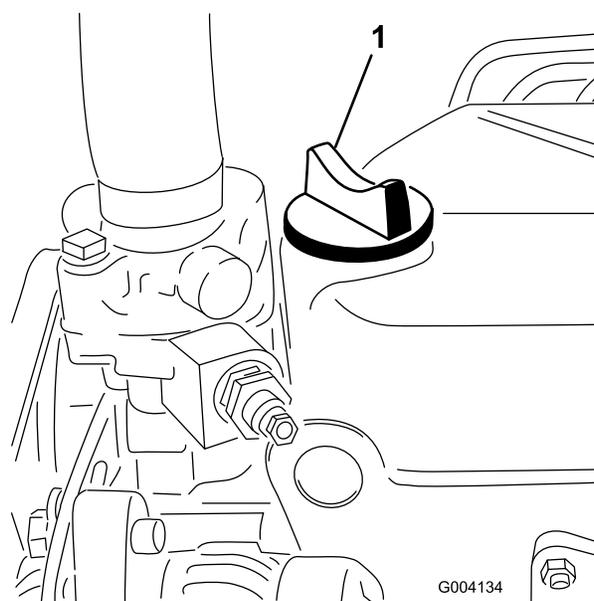

Figura 33
5. Se o nível de óleo se encontrar abaixo da marca Full (Cheio) da vareta, retire o tampão de enchimento (Figura 33) e adicione óleo até que o nível atinja a marca Full.